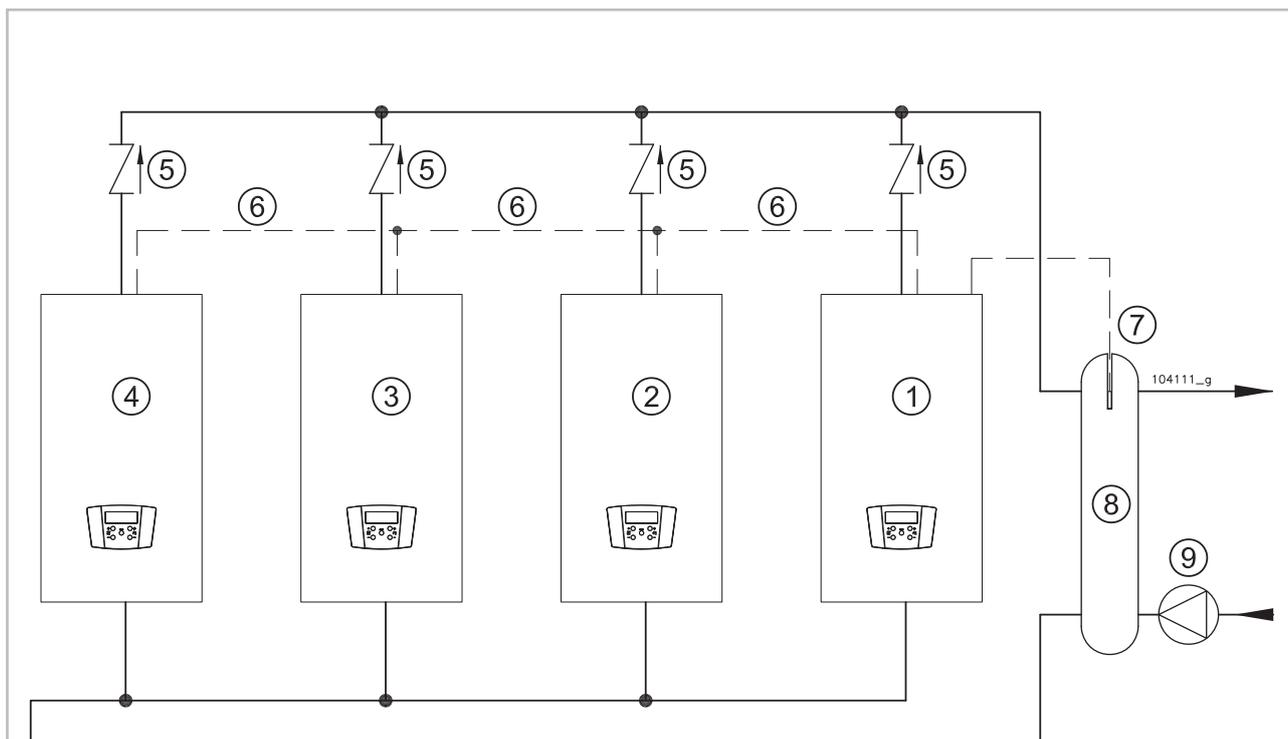

Figura 22
Questo apparecchio può essere collegato in cascata fino ad un massimo di 8 dispositivi. Lo schema di collegamento idraulico è rappresentato in Figura 22. È possibile eseguire altri tipi di collegamenti idraulici (chiedere al costruttore gli schemi di riferimento). La cascata è gestita dalla scheda madre dell'apparecchio che definiremo qui e successivamente "MASTER".
1. - Eseguire l'installazione idraulica (Figura 22);